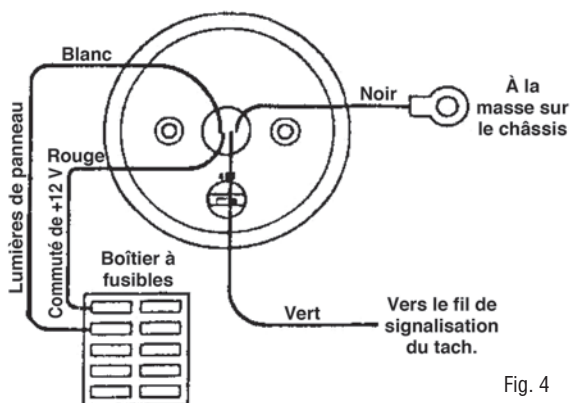

Fig. 4
- b. Installez et sertissez ou soudez la cosse à anneau (n° 11) sur le fil de mise à la masse (NOIR) du tachymètre. (Fig. 4)